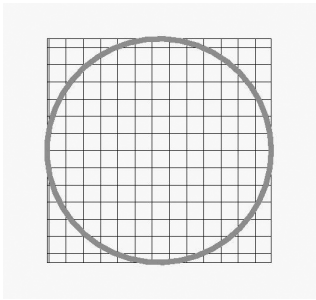

图 7-26 定义后的板形
- 2) 选中已绘制的圆，然后选择菜单栏中的“设计”→“板子形状”→“按照选定对象定义”命令，电路板将变成圆形，如图 7-26 所示。